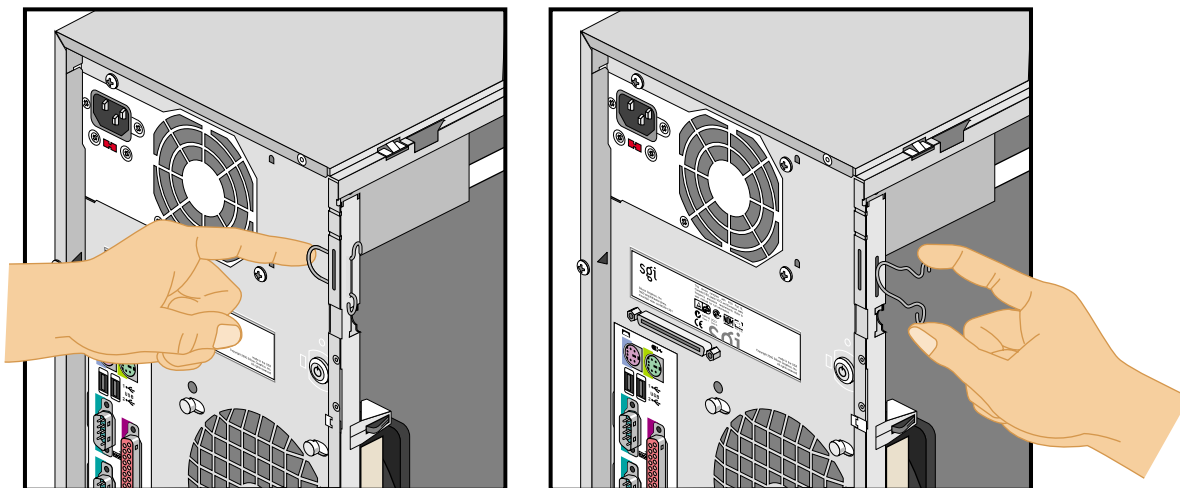

Figura 2-28 Extracción del anillo de bloqueo de la ranura de almacenamiento
3. Para extraer el anillo de bloqueo de la ranura de almacenamiento, presione los dos ganchos hacia dentro y tire del anillo para separarlo del chasis. En la Figura 2-28 se muestra este procedimiento.